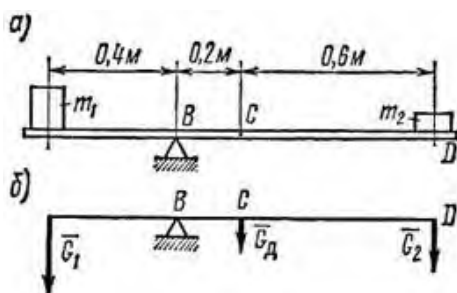

Рисунок 10
1. Какова должна быть масса однородной доски (рис. 10, а), чтобы, опираясь в точке В на гладкую опору, она с положенными на нее грузами  $m_1 = 100$  кг и  $m_2 = 48$  кг находилась в равновесии? Центр тяжести доски расположен в точке С.